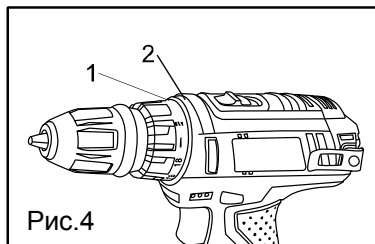

Рис.4
Шуруповёрт оснащен специальным вращающимся кольцом для установки ограничения крутящего момента. Для установки ограничения крутящего момента на вращающемся кольце нанесены цифры. Поверните кольцо (1) до совмещения необходимой цифры со стрелкой (2) (**Рис. 4**).